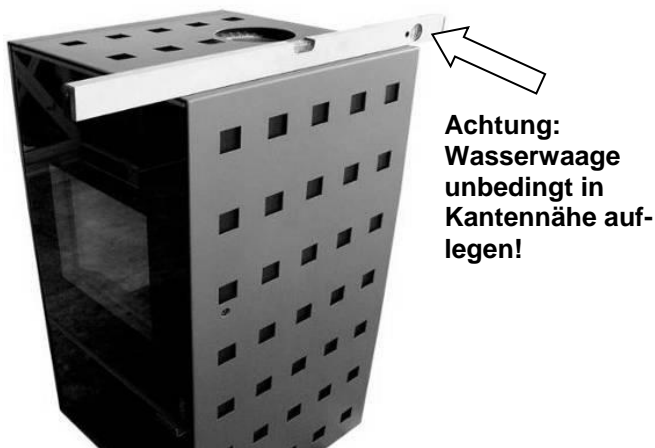

Abbildung 24: Ausrichtung Ego
- 2. Wasserwaage von vorn nach hinten auflegen (siehe Abbildung 24).**